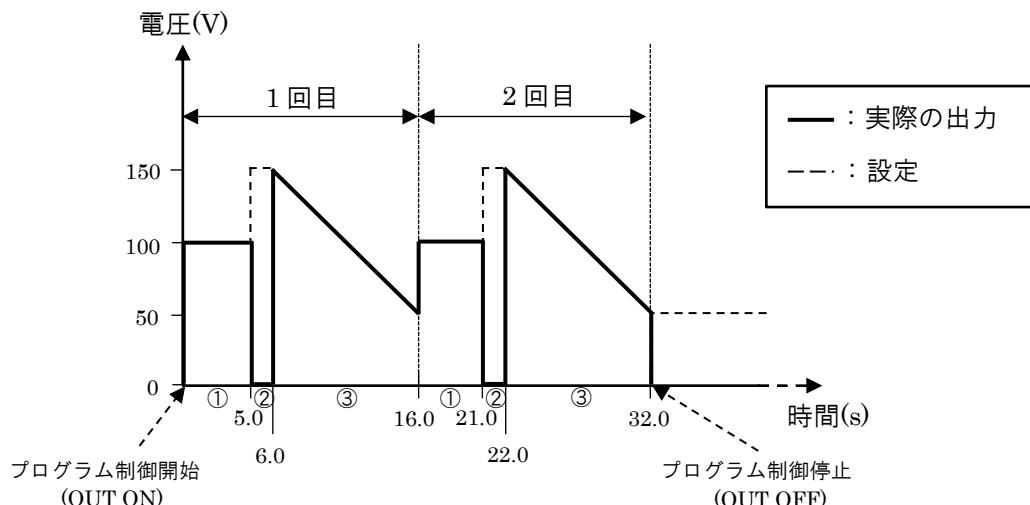

図 8-15 プログラム制御実行結果例
※図 8-15 の①～③は図 8-14 の 1～3 行を示しています。
(2) 行 No.1 の実行(図 8-15 ①部分)
(3) 行 No.2 の実行(図 8-15 ②部分)
(4) 行 No.3 の実行(図 8-15 ③部分)